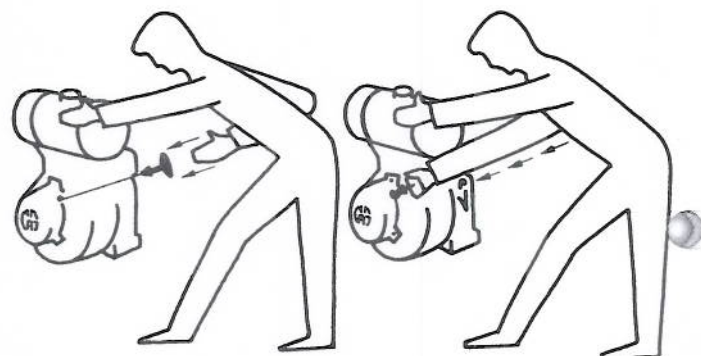

Bild 3
b. Start mit Reversierstarter: Kräftig am Starterseil ziehen. Nach dem Anwerfen den Griff des Reversierstarters mit der Hand in seine Ausgangslage zurückbegleiten (siehe Bild 3).